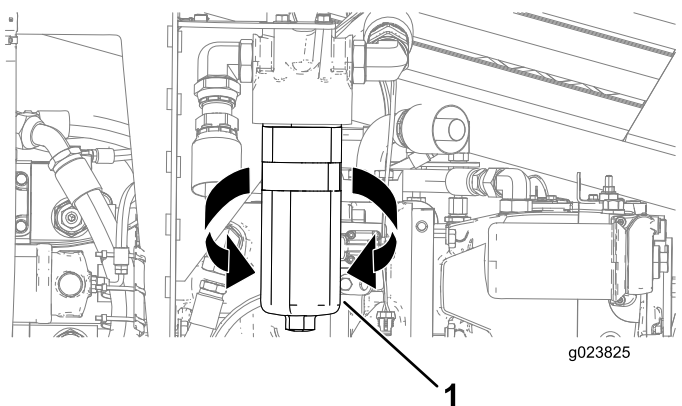

Bild 122
3. Stellen Sie eine Auffangwanne oder legen Sie mehrere Lappen unter den Ladefilter (Bild 122).
4. Drehen Sie den Hochdruck-Hydraulikfilter nach links und nehmen ihn ab (Bild 122).
6. Fluchten Sie den Hochdruck-Hydraulikfilter mit der Stelle aus und drehen Sie ihn nach rechts, bis der Drehmoment 61 N·m erreicht, wie in Bild 122 abgebildet.